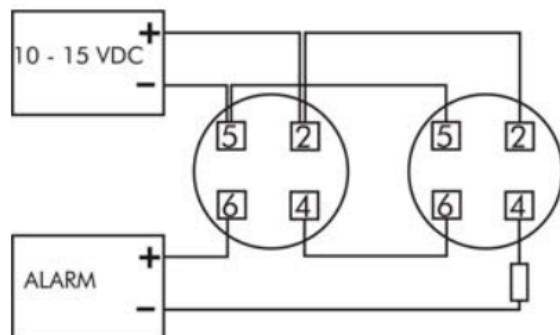

Fig. 2
- 2.2. Der Melder benötigt vier Anschlusskabel zur Installation. Das Schaltbild ist in Fig. 1 dargestellt, die Bodenplatte in Fig. 2. Die Ziffern zur Markierung der Anschlüsse finden Sie im inneren der Bodenplatte wieder.
Fig. 1 shows the wiring diagram, Fig. 2 the base plate.